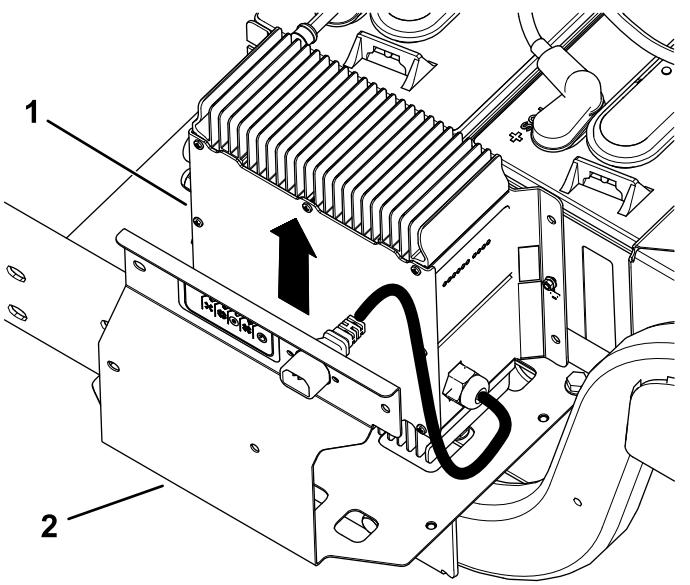

Figura 5
2. Rimuovete il caricatore e il cavo del caricatore dalla relativa staffa (Figura 5).